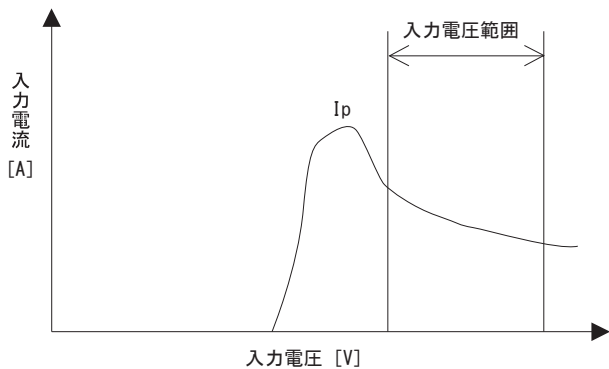

図2.2 入力電流特性
- 入力電源には、DC-DCコンバータ立ち上げ時の電流 I_p (図2.2) を考慮した、充分余裕のある電源を設定してください。